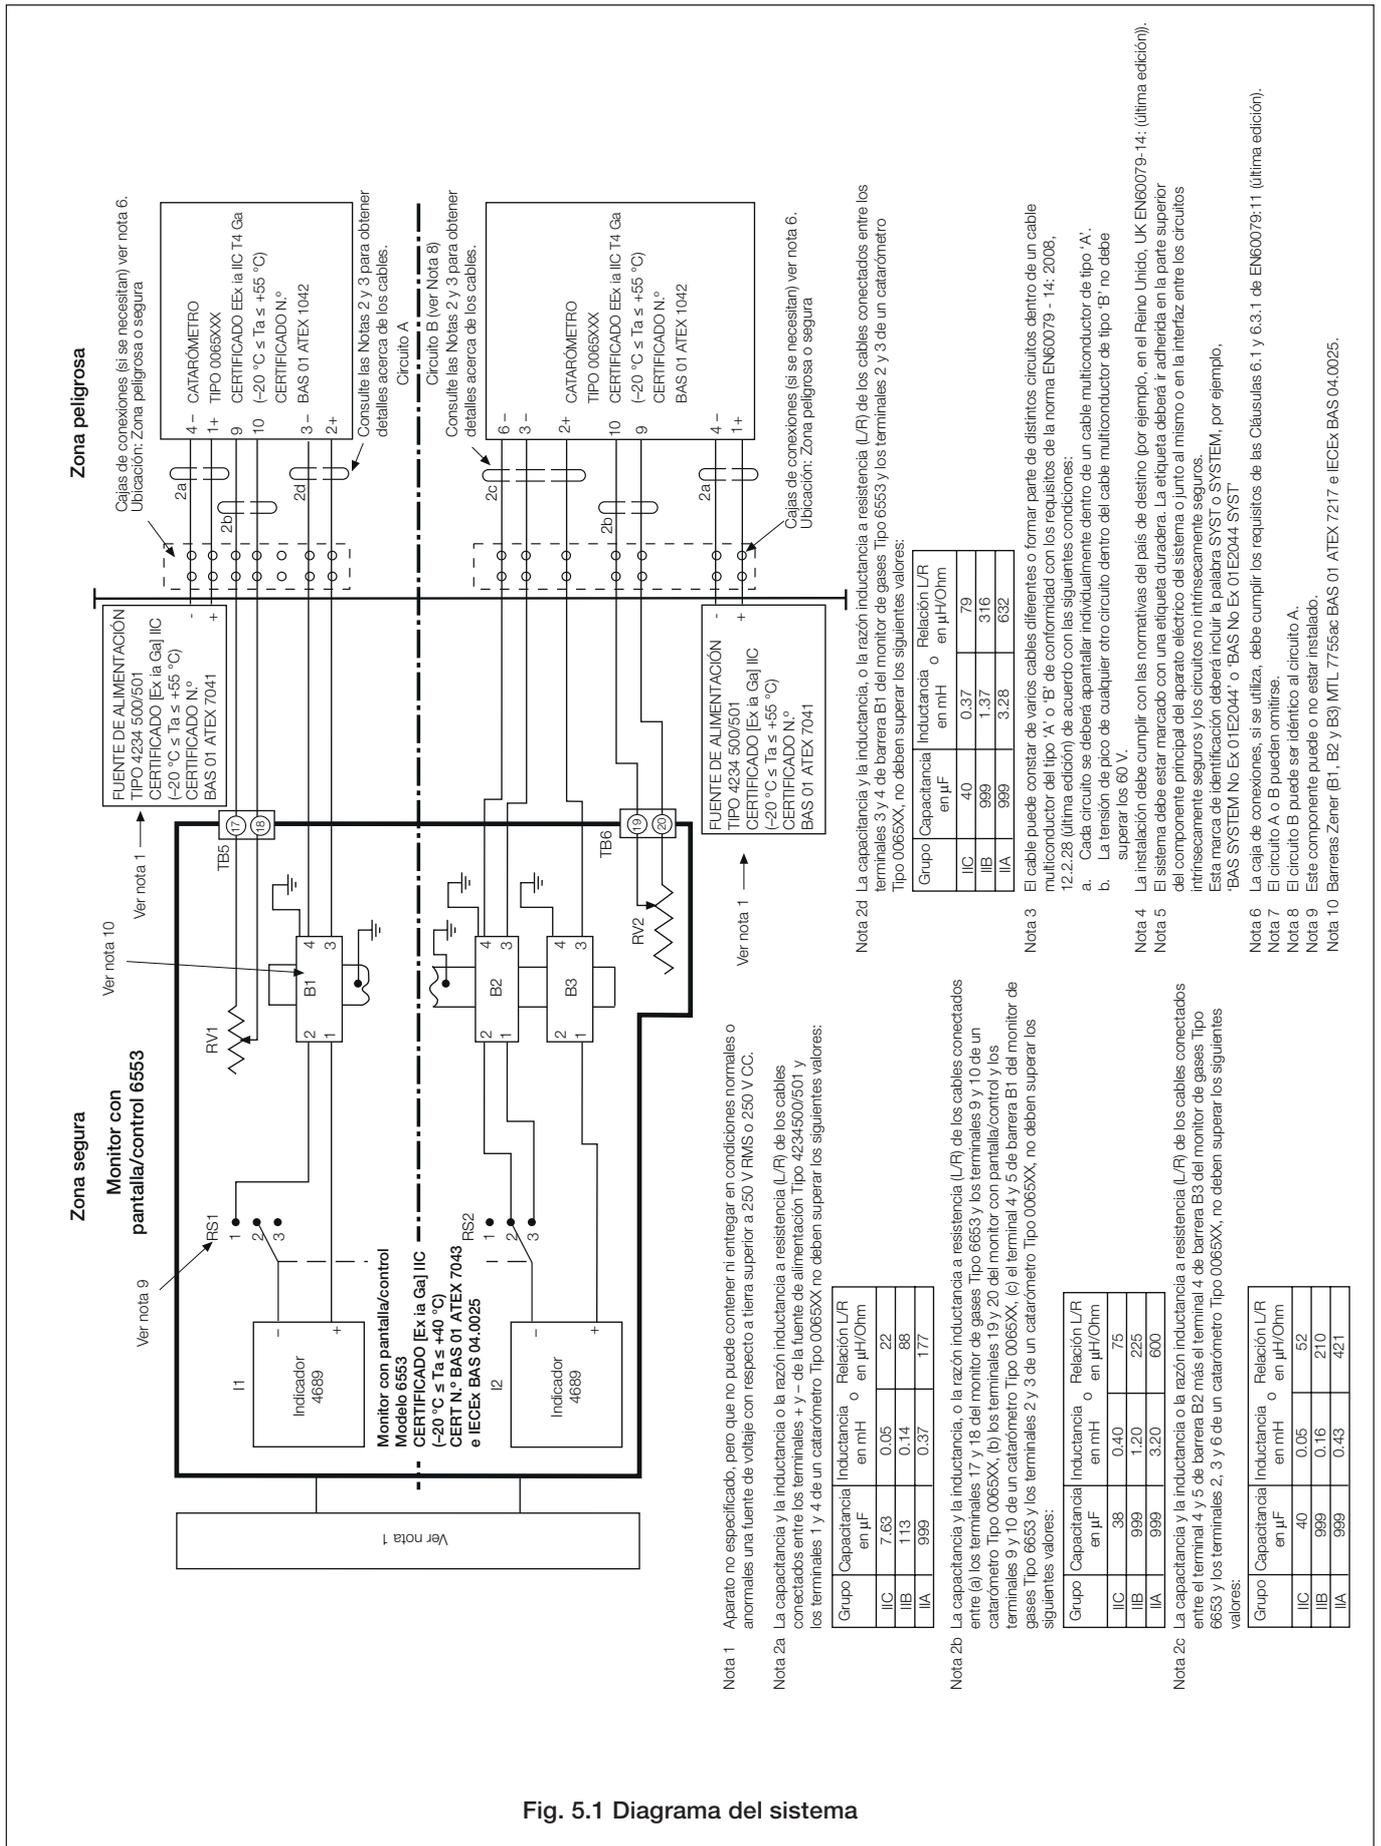

Fig. 5.1 Diagrama del sistema
5.1 Interconexiones eléctricas – Fig. 5.1
Fig. 5.1 muestra los requisitos del cableado de interconexión para el sistema del analizador de gas AK100, que deberán cumplirse rigurosamente. También se proporciona información sobre los requisitos de los cables, que deberán cumplirse rigurosamente – consulte la Sección 5.2.1.
Realice las conexiones eléctricas de acuerdo con la información que se indica en los diagramas de cableado de las Figs 5.1 y 5.3 y la información acerca de los cables de la Sección 5.2.1.
Los cables de interconexión entre las distintas unidades del sistema de análisis de gas están sujetos a limitaciones estrictas debido a los requisitos de certificación de seguridad intrínseca. Estos requisitos se enumeran a continuación y se detallan en la Fig. 5.1.
La selección de cables está restringida por las limitaciones impuestas por los parámetros de certificación. Deben tomarse las precauciones necesarias a fin de garantizar que las especificaciones de los cables de interconexión cumplan con los límites establecidos por los parámetros de certificación – ver Fig. 5.1 Notas 2a, b, c y d, así como las Notas 3 y 4.
- 1) La capacitancia e inductancia total, o la razón inductancia a resistencia (L/R) de los cables conectados entre la unidad del catarómetro y los terminales de la zona peligrosa del indicador digital (TB2) y los terminales de la fuente de alimentación (TB1) no deben superar los valores que se indican en la Fig. 5.1.